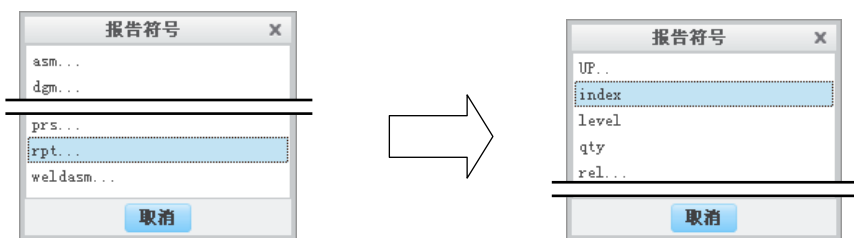

图 8.3.3 “报告符号”对话框
说明：设置了重复区域后，双击重复区域的单元格，会弹出图 8.3.3 所示的“报告符号”对话框来输入报表参数，双击非重复区域的单元格则弹出“注解属性”对话框。
Step1. 双击重复区域中“序号”所在列的单元格（即“序号”上面的单元格），在弹出的图 8.3.3 所示的“报告符号”对话框中依次选取 **rpt...** **→** **index** 选项。